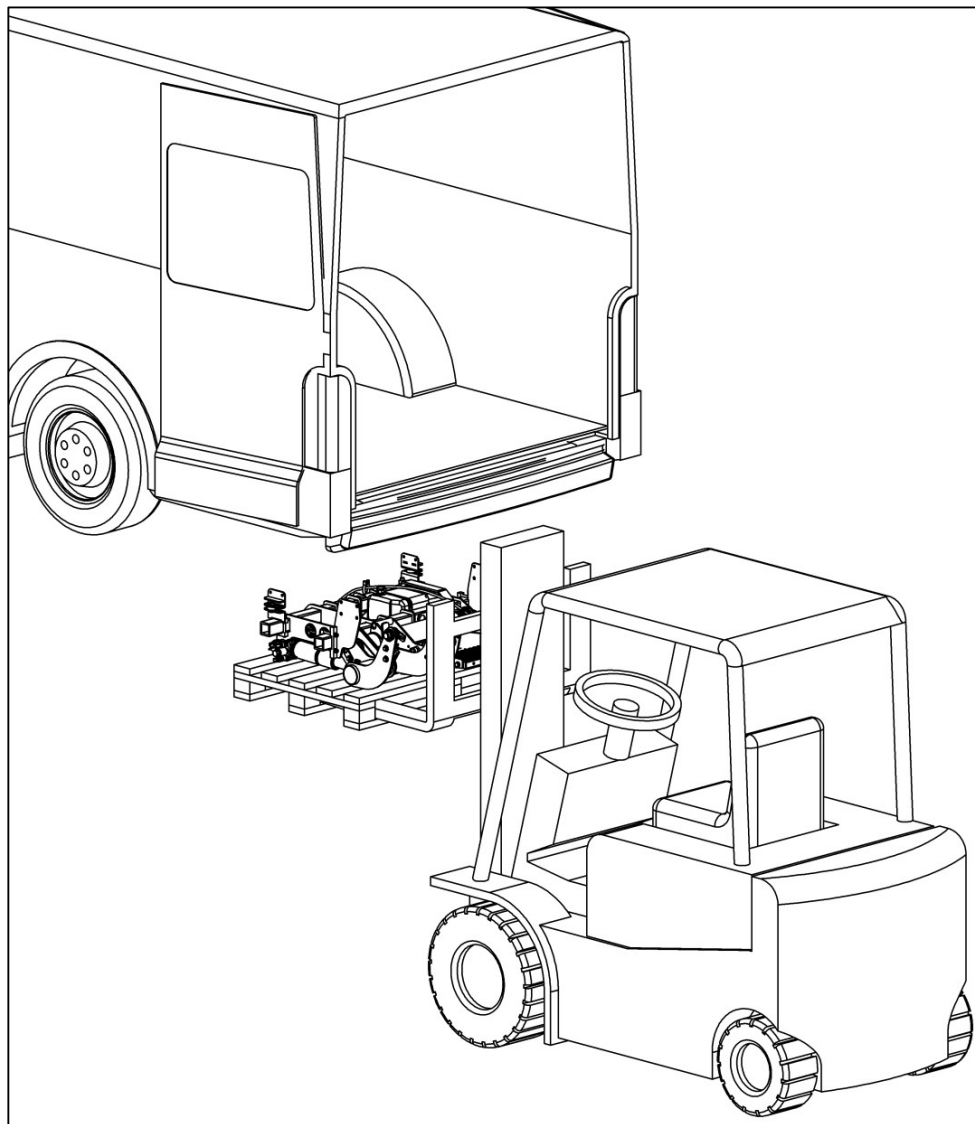

Fig. 28
- Coloque el mecanismo de elevación preparado (en un pallet) debajo del vehículo utilizando un medio de transporte adecuado, p. Ej. transpaleta, montacargas, etc. (ver Fig.28).